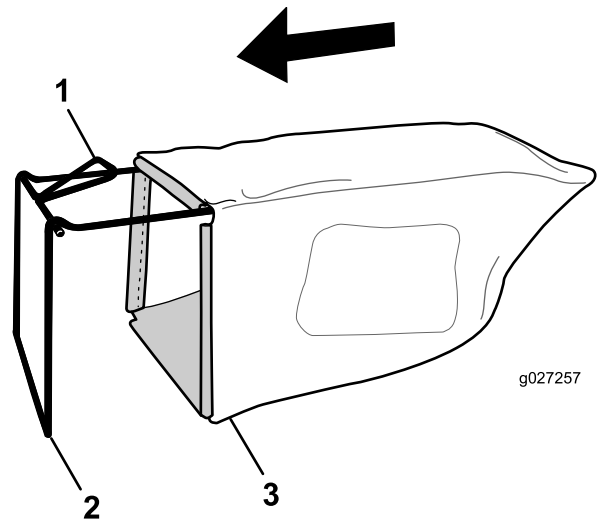

Рисунок 11
1. Установите травосборник на раму, как показано на Рисунок 11.
**Примечание:** Не надевайте травосборник на ручку (Рисунок 11).